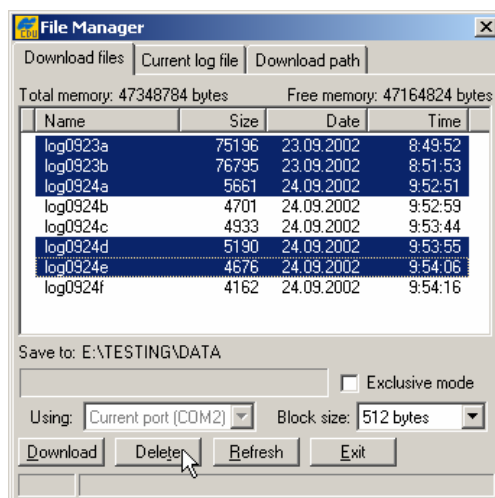

Рисунок 4-7. Удаление файлов
3. Выберите пункт меню **File > File Manager (Файл > Управление файлами)**, затем выберите во вкладке *Download files (Файлы, подлежащие загрузке)* файлы, которые следует удалить, см. рис.4-7. Для выбора группы файлов удерживайте нажатой клавишу **Shift** и выполняйте щелчки мышью на названиях файлов; при нажатой клавише **Ctrl** щелчки мышью по названию будут выделять отдельные файлы.
4. Щелкните на кнопке *Delete (Удалить)*, см. рис. 4-7 на стр. 4-13.